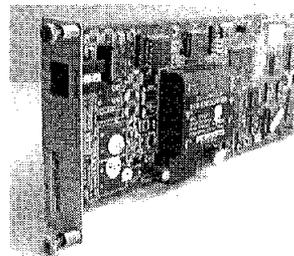

FIG. 12
2. Identifique el tipo de falla reportado. Ver Fig. 12